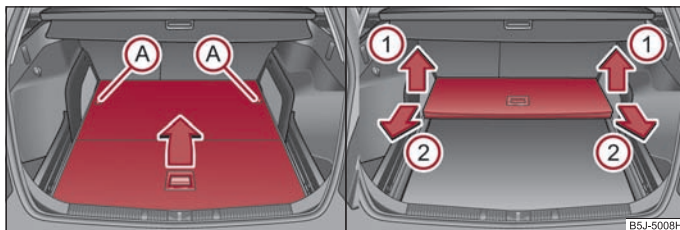

Fig. 62 Portbagajul: Plierea / Extragerea suprafeței de încărcare variabile
- Prin rotirea bolțului de siguranță (A) cu circa 180° spre stânga, deblocați suprafața de încărcare variabilă ⇒ fig. 62.
- Ridicați suprafața de încărcare variabilă în sensul indicat de săgeata (1) ⇒ fig. 62 și scoateți-o trăgând în sensul indicat de săgeata (2) ⇒ fig. 62.